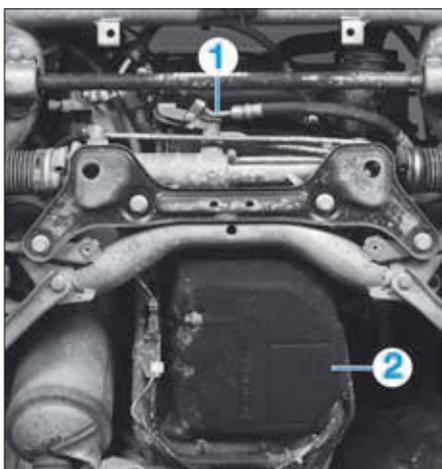

FIG. 15
- Déposer (Fig.15) :
- la fixation de la durit de direction assistée (1) sur le carter d'huile,
- l'insonorisant (2) sur le carter d'huile.